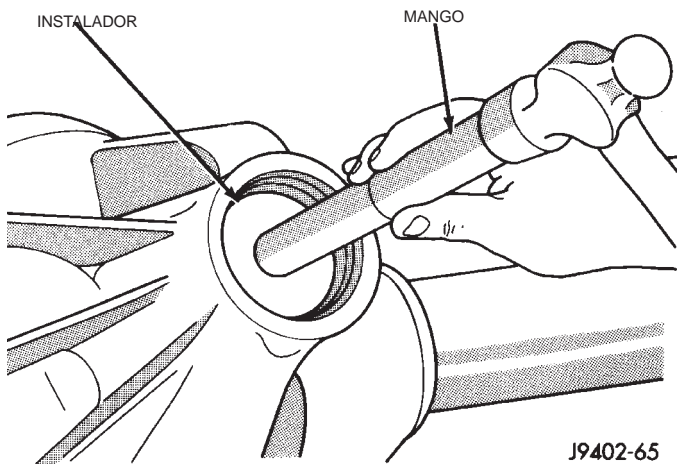

Fig. 52 Instalación de la cubeta del cojinete delantero del piñón
(2) Aplique lubricante en barra Mopar® Door Ease, o uno equivalente, a la superficie exterior de la cubeta del cojinete. Instale la cubeta del cojinete delantero del piñón con el instalador D-129 y el mango insertador C-4171 (Fig. 52).